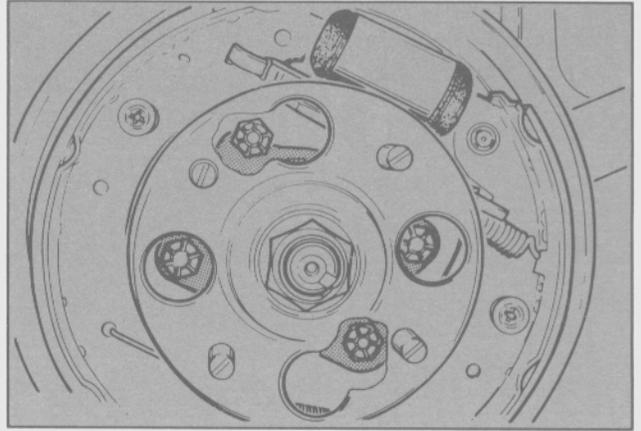

Fig. 27. Tornillos de fijación de la maza de rueda
- Extraer los tornillos de sujeción de la maza portarrodamientos y plato portafrenos al brazo inferior de la suspensión (Fig. 27). Retirar la tapa plástica de la junta de transmisión. Retirar el semieje.